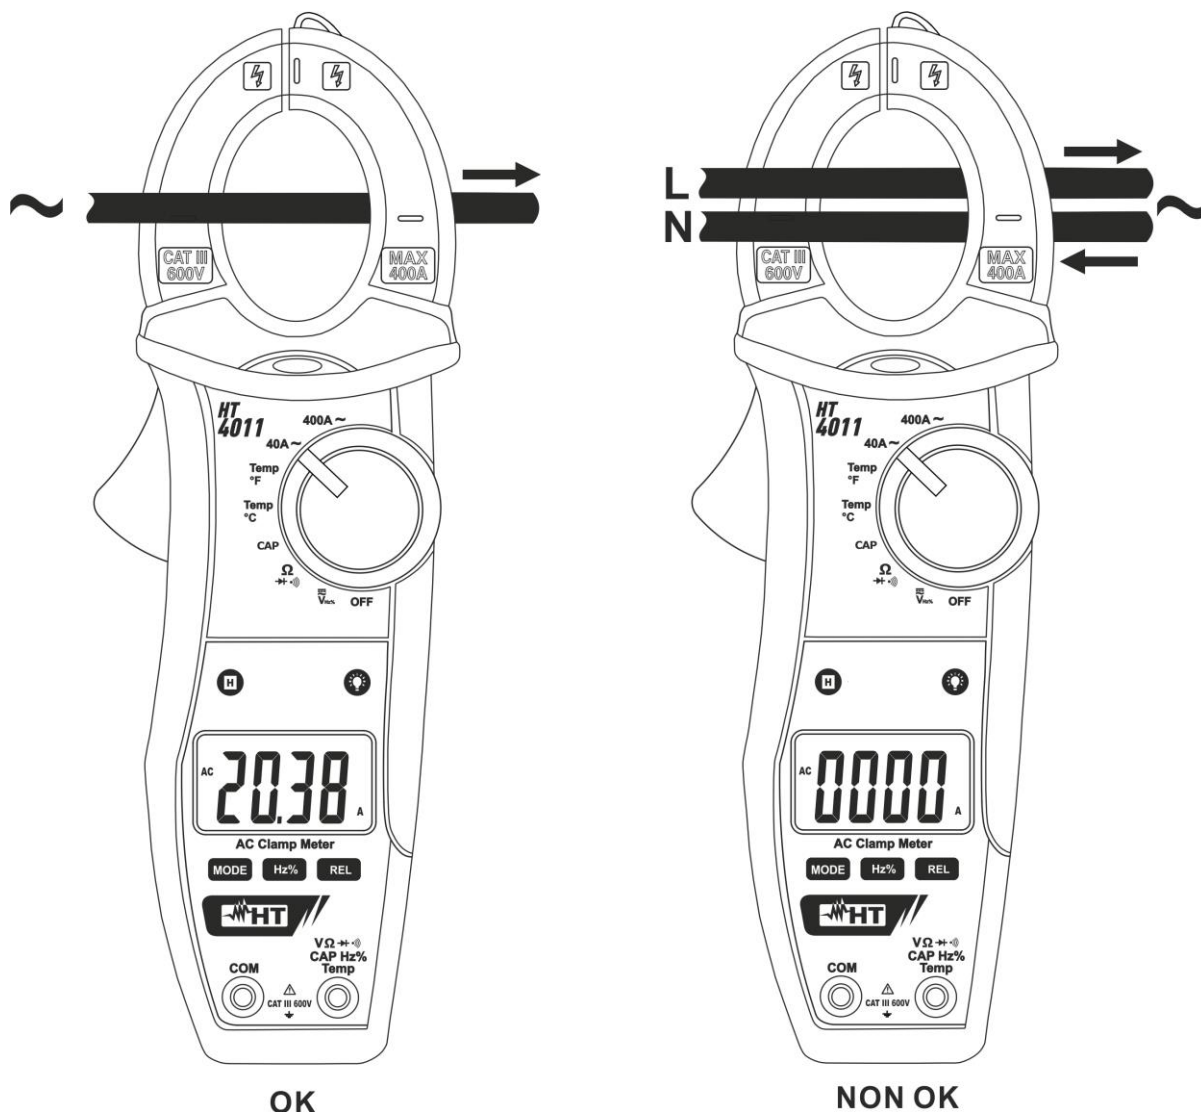

Fig. 10: Uso da pinça para medição de correntes CA
2. Inserir o cabo no interior do toróide no centro do mesmo para obter medições precisas (ver Fig. 10 – parte esquerda). O valor da corrente CA, é apresentado no display.